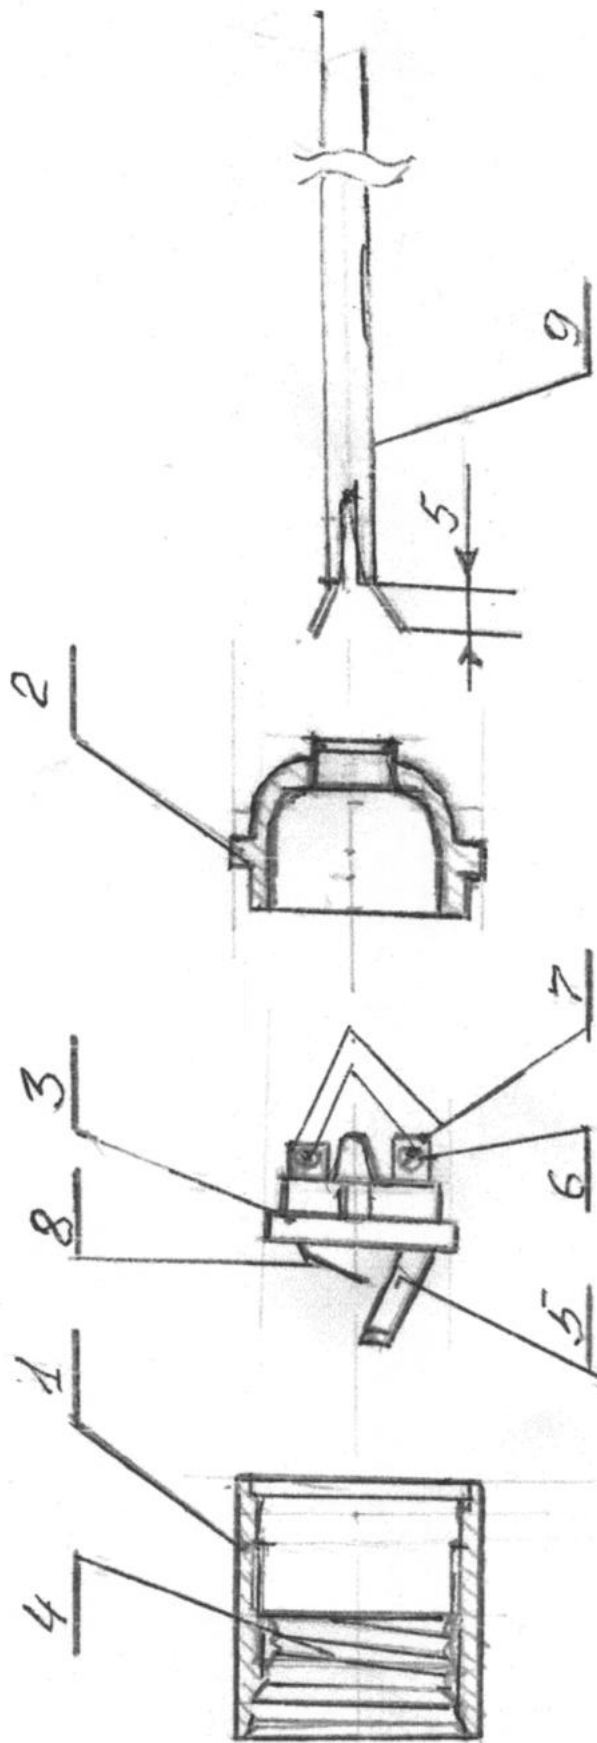

Рисунок 1
- 1.2 Патроны с товарным знаком предприятия (Приложение №1 рисунок 1) изготавливаются по ГОСТ РМЭК 60238-99, конструкторской и технологической документации и соответствуют требованиям ТР ТС 004/2011.